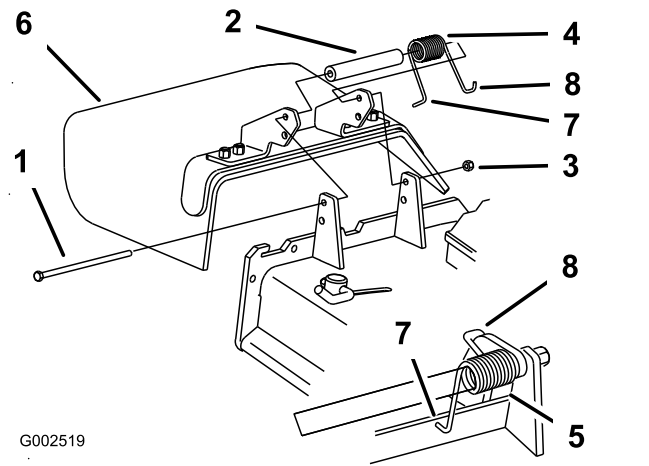

Figure 114
1. Retirez le contre-écrou, le boulon, le ressort et l'entretoise qui fixent le déflecteur aux supports de pivot (Figure 114).
Remarque: Prenez soin de placer l'extrémité en L du ressort derrière le bord du plateau avant de mettre le boulon en place, comme montré à la Figure 114
5. Accrochez l'extrémité en J du ressort au déflecteur d'herbe (Figure 114).